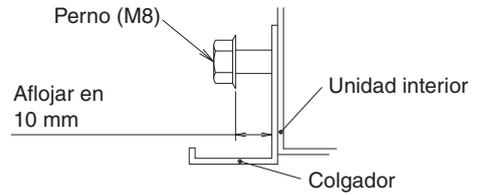
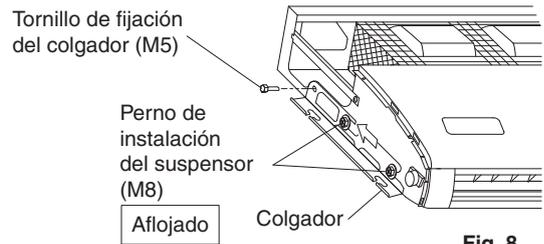

Fig. 7
Fig. 8
- Abra el orificio preperforado situado en el lado de entrada del cableado, en la superficie posterior o superior y, a continuación, coloque el buje de resina (10).
- Afloje 2 pernos para instalar el colgador en ambos lados (M8) (4 puntos, a la izquierda y a la derecha) en 10 mm. **(Refiérase a la Fig. 7 y Fig. 8)**
- Retire el tornillo de sujeción para el colgador, situado en la parte posterior (M5), y tire del colgador hacia atrás (en la dirección indicada por la flecha) para retirarlo. **(Refiérase a la Fig. 8)**